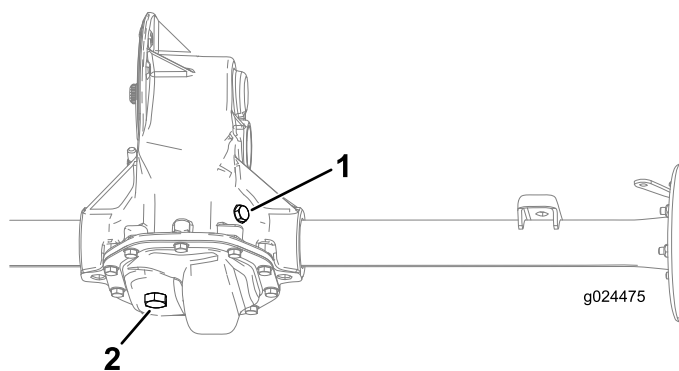

Figura 46
2. Togliete il tappo di riempimento sul transaxle (Figura 46).
3. Se il livello dell'olio è basso, togliete il tappo di riempimento e aggiungete l'olio specificato finché non fuoriesce (Figura 46).
1. Allineate una bacinella di spurgo sotto il tappo di spurgo (Figura 46).
2. Togliete il tappo di riempimento e la guarnizione (Figura 46).
3. Togliete il tappo di spurgo e la guarnizione per lasciare defluire completamente l'olio (Figura 46).